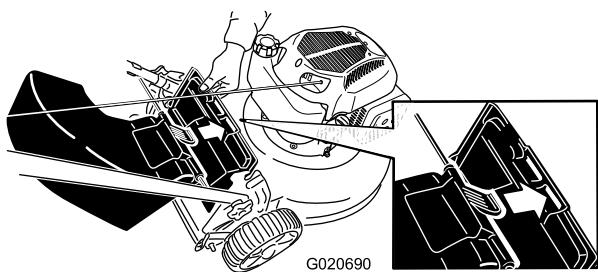

Figura 23
- Introduzca la pestaña del deflector de descarga trasera en la ranura derecha del deflector trasero (Figura 23).